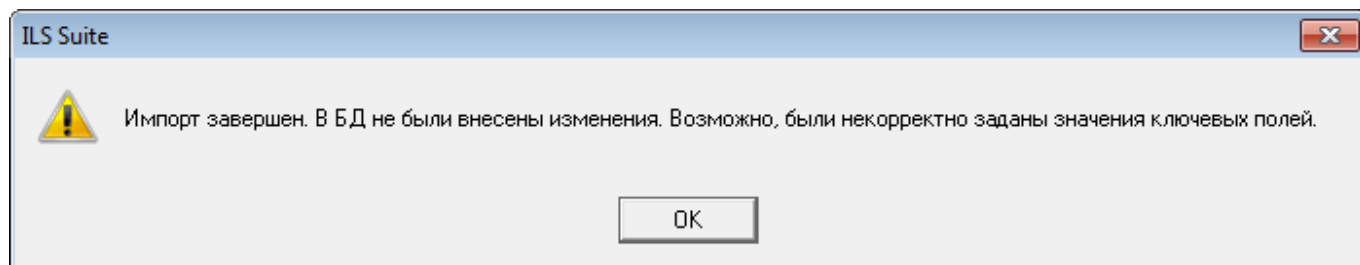

Рис. 13-343 – Сообщение о невозможности выполнить импорт данных
8) Если в окне импорта данных не указано соответствие для ключевых полей, импорт не выполняется и выводится сообщение об ошибке (рис. 13-343). В этом случае нужно повторить импорт, указав правильное соответствие для ключевого поля.